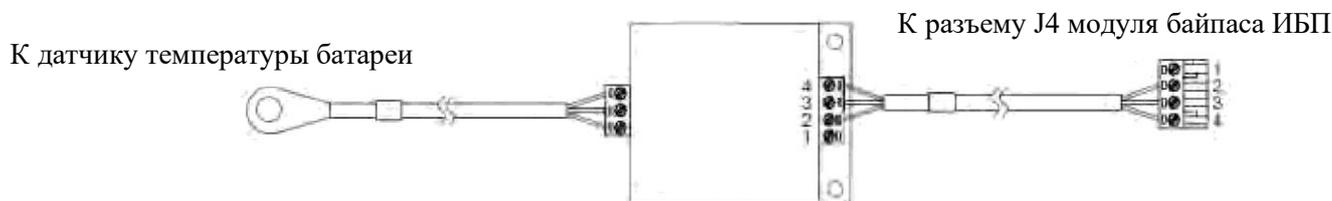

Рисунок 9-1. Схема подключения датчика температуры батареи к ИБП
3. Поместить датчик температуры батареи вблизи батареи там, где можно измерить максимальную температуру батареи. Подключить кабель датчика температуры батареи к клемме J4 байпасного модуля ИБП, как показано на рис. 9-1.